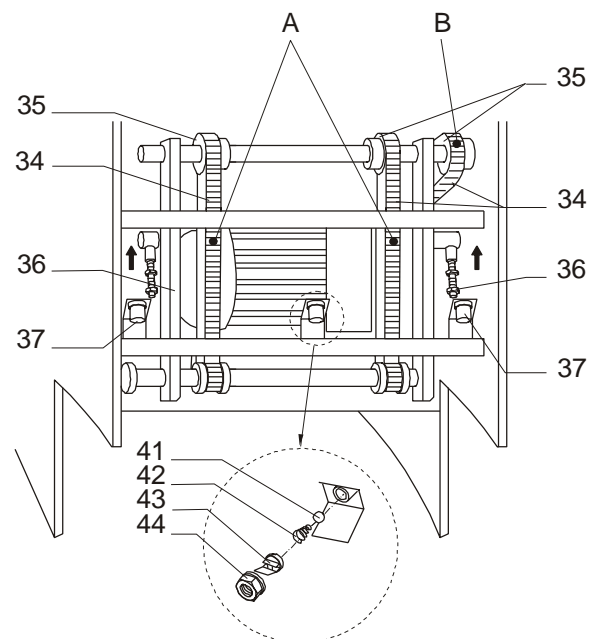

Bild 24: Kettentrieb / Sprühdüsen
- Ketten (34) auf Spannung prüfen und, falls nötig, mit Kettenspanner (36) spannen (siehe Kapitel 4.7 Nachspannen der Kette und Bild 24: Kettentrieb / Sprühdüsen auf Seite 21).
- Ketten (34) reinigen und mit einem Ketten-spray einsprühen (15).
- Sprühdüsen (37) prüfen, ggf. reinigen.
- Alle Wartungsarbeiten wie nach 30 Betriebsstunden, darüber hinaus müssen die Ketten (34) und Kettenräder (35) auf Verschleiß überprüft und bei Bedarf erneuert werden (siehe Bild 24: Kettentrieb / Sprühdüsen).
(siehe Bild 24: Kettentrieb / Sprühdüsen)
(siehe Bild 24: Kettentrieb / Sprühdüsen auf Seite 21)